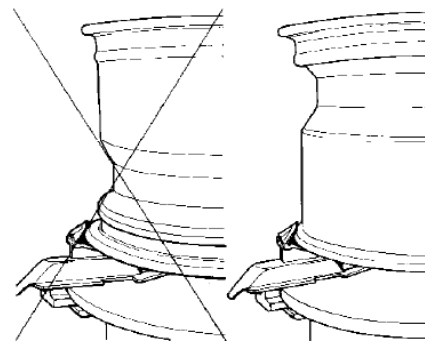

Figura 12
- Instale o conjunto aro + pneu sobre a mesa giratória com o flange de fixação da roda voltada para cima (Figura 12);